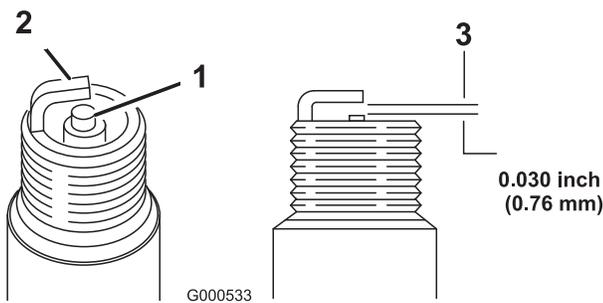

Figura 20
5. Fije la distancia entre los electrodos en 0,76 mm (Figura 20).